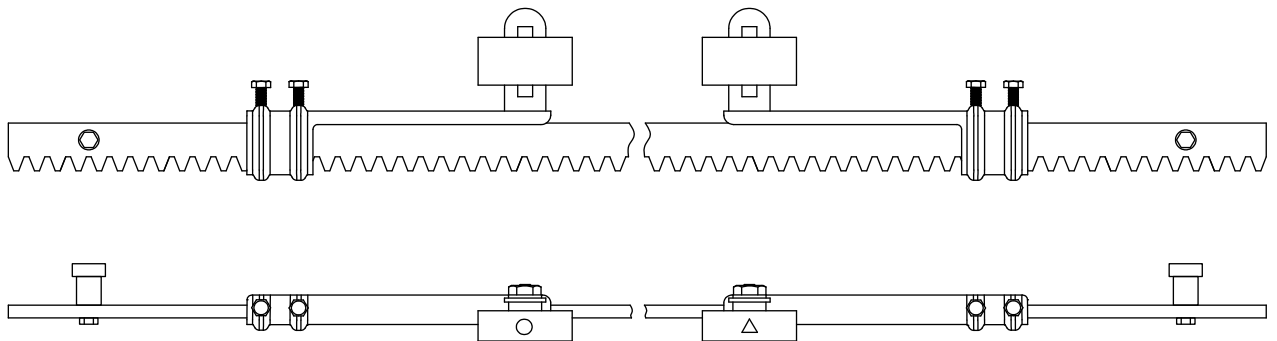

Рисунок 8. Кронштейны конечных положений магнитного выключателя (ARW-600MKIT / ARW-1000MKIT)
- для магнитных выключателей** магнит кронштейна был в зоне магнитного выключателя, примерно посередине (Рисунок 8).